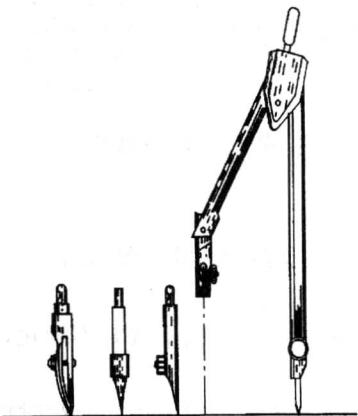

图 1-1-5 圆规及其插脚
1)圆规。圆规是画圆和圆弧的工具，一套完整的圆规都配有铅笔插腿、钢针插腿、直线笔插腿、延伸杆等配件，一条腿上安装针脚，另一条腿上安有铅芯、钢针、直线笔三种插脚(图1-1-5)。圆规在使用前先调整针脚，使针尖稍长于铅笔芯或直线笔的笔尖，取好半径，对准圆心，并使圆规略向旋转方向倾斜，按顺时针方向从右下角开始画圆。注意，画圆或圆弧时应一次完成。